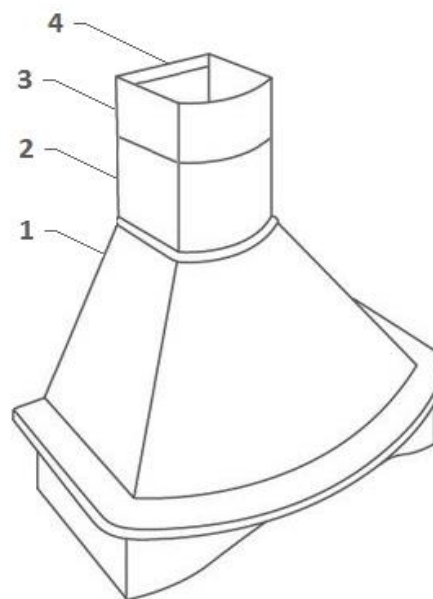

Рис. 1
## КОМПЛЕКТУЮЩИЕ ДЛЯ СБОРКИ (рис. 1)
4. Сделайте отверстия в помеченных местах с помощью сверла, соответствующего диаметром прилагаемым дюбелям с шурупами (5) (рис. 1).
1. На прикрепленную к стене вытяжку установите декоративные короба (2) и (3) (рис. 1).
2. Выдвиньте верхний короб (3) (рис.1) на нужную высоту.
3. Отметьте на стене расположение отверстий, находящихся в верхнем коробе (3), для точной установки монтажной ленты (4) (рис. 1).
4. На выбранной высоте приложите к стене ленту (4) (рис.1) и отметьте отверстия для монтажа.
5. Просверлите отверстия в стене, используя сверло, диаметр которого соответствует прилагаемым дюбелям (6) (рис.1). Установите монтажную ленту (4) (рис.1) на стене, на отмеченной высоте.